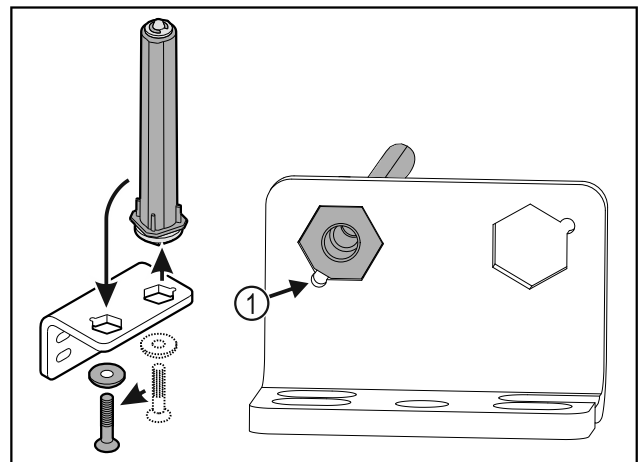

Fig. 30
- ▶ Βεβαιωθείτε ότι κατά την τοποθέτηση η λοξοτομή του πείρου είναι στραμμένη Fig. 30 (1) προς τη στρογγυλή οπή.